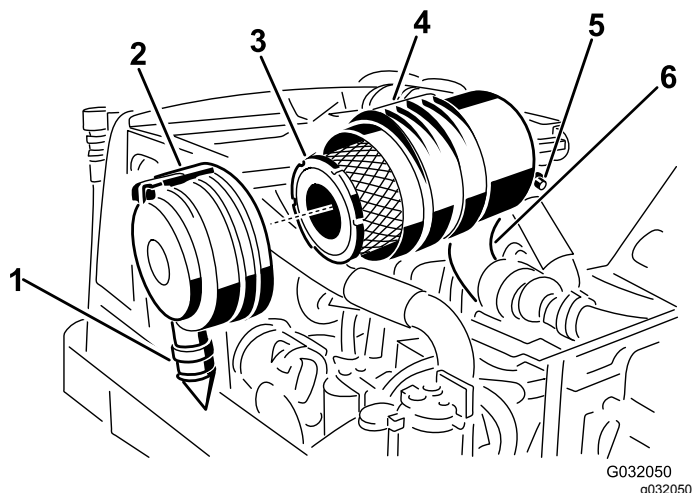

Рисунок 48
2. Снимите фильтр грубой очистки (Рисунок 48).
3. Замените фильтр грубой очистки (Рисунок 48).
7. Установите крышку так, чтобы резиновый выпускной клапан находился в нижнем положении — примерно между «5 и 7 часами» при взгляде с торца, и зафиксируйте защелку (Рисунок 48).